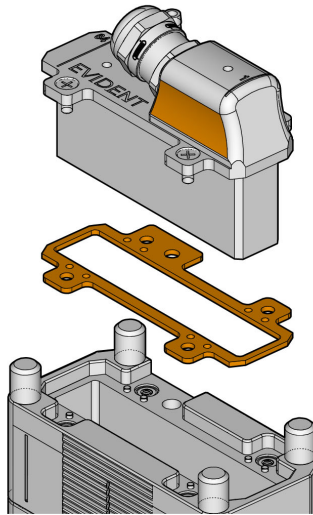

Abbildung 5-6 Sensor und Dichtung
3. Ziehen Sie den Sensor am Vorsprung des Sensorgehäuses nach oben (siehe Abbildung 5-6 auf Seite 83).
NICHT am Sensorkabel ZIEHEN, da sonst der Phased-Array-Sensor beschädigt werden könnte. Ziehen Sie den Sensor am Sensorgehäuse (siehe Abbildung 5-6 auf Seite 83).
4. Führen Sie dieses Verfahren in umgekehrter Reihenfolge durch, um den Sensor in der Sensorhalterung zu ersetzen. Ziehen Sie die Schrauben nicht zu fest an. Wurde der Sensor ersetzt, ist es wichtig die Dichtungsplatte unter dem Sensorflansch erneut zu montieren (Abbildung 5-6 auf Seite 83).